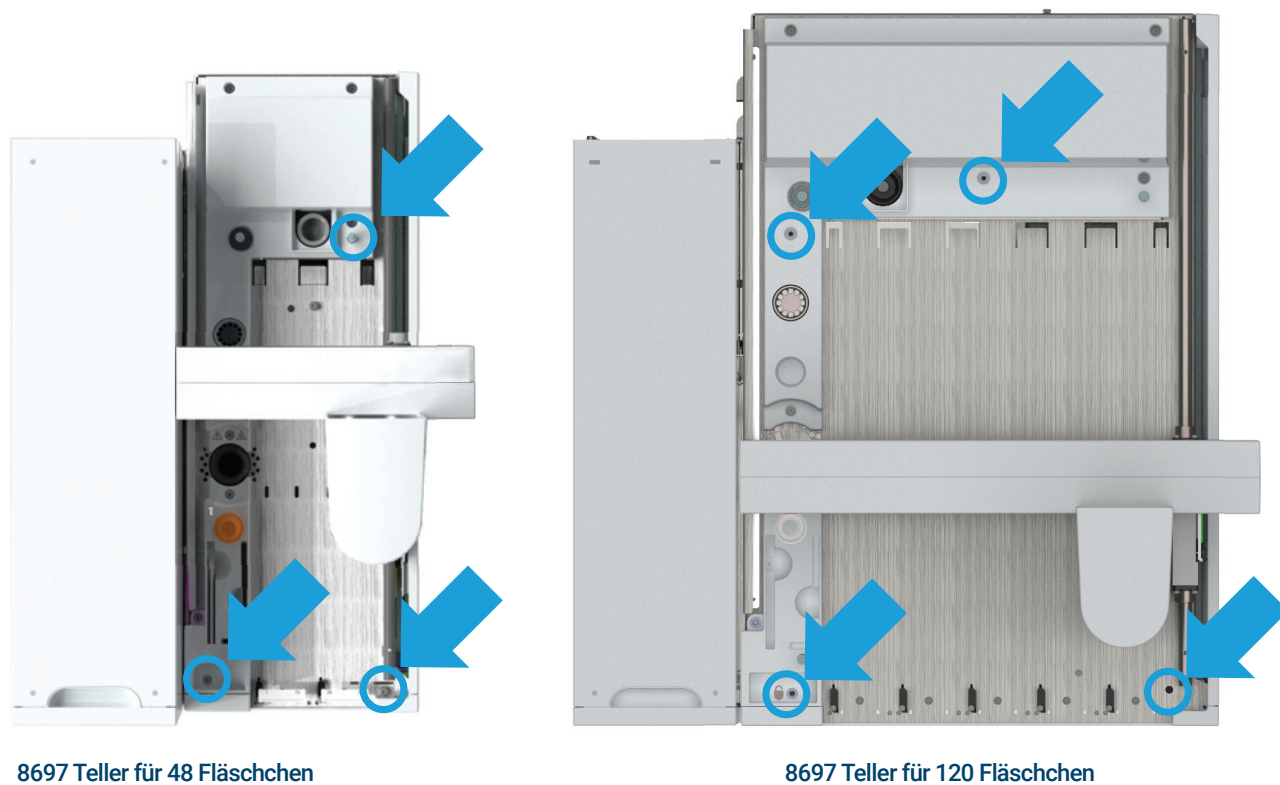

Abb.10. Lösen Sie die drei verbleibenden Schrauben.
- 7 Lösen Sie die Schrauben, mit denen der Teller an der Haupteinheit befestigt ist. (**Abbildung 10**)